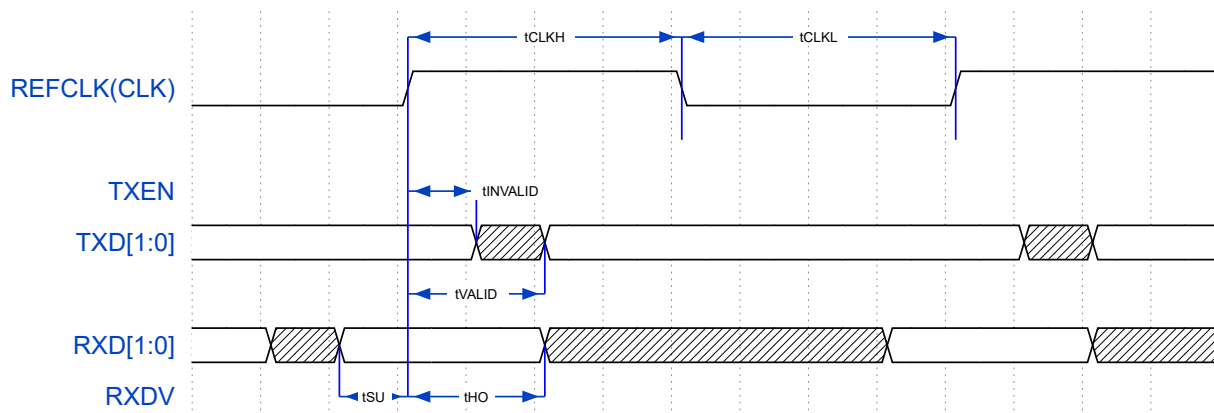

图 21: RMII 接口时序
4.12.1.1 RMII 接口 RMII 接口对应时序如图 21。